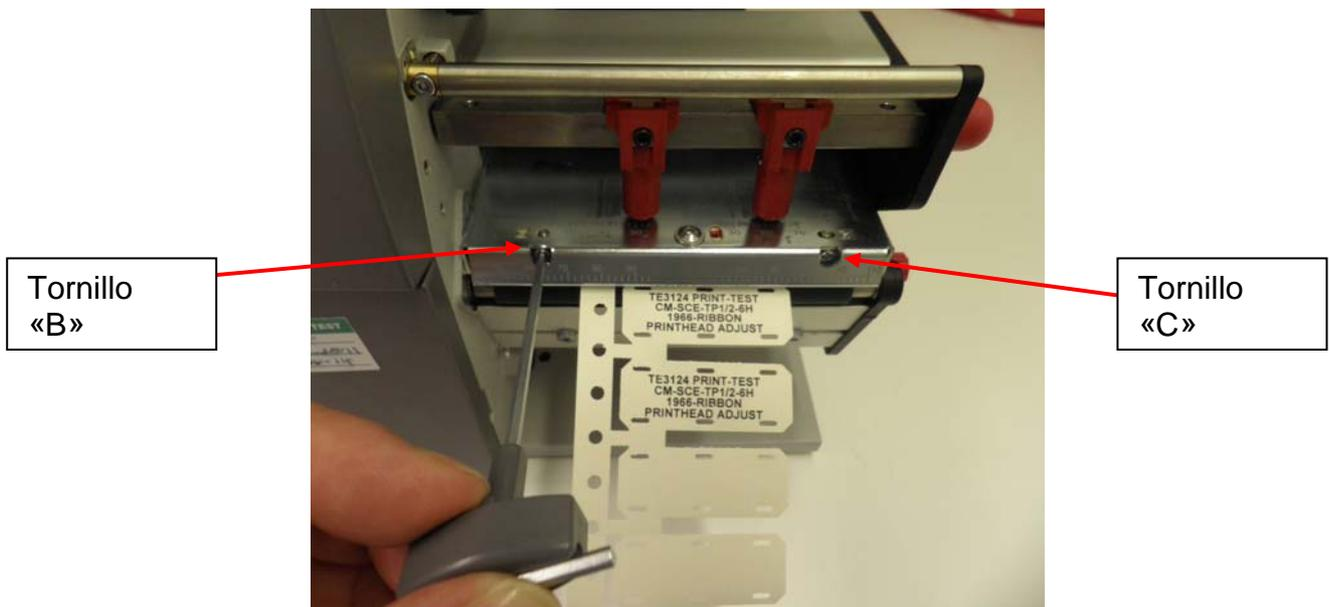

Imagen 7: tornillos de alineación B y C del cabezal de impresión.
- 3.5.** Suelte el tornillo «A» y compruebe que la posición de inicio del cabezal de impresión está dentro de las marcas de alineación en la posición predeterminada de fábrica. Si el cabezal de impresión no está en la posición predeterminada de fábrica, puede ser que la causa de la mala calidad de impresión, sea el ajuste que se ha llevado a cabo previamente. En este caso, es recomendable ajustar los tornillos de alineación de la impresión B y C (consulte la imagen 7) a la posición predeterminada de fábrica. Vuelva a apretar el tornillo «A» y repita la prueba de impresión (pasos 3 y 3.1).
- 3.6.** Si el cabezal de impresión está en la posición predeterminada de fábrica, será necesario ajustarlo. Dé una vuelta completa a los tornillos B y C en el sentido de las agujas del reloj (imagen 7), vuelva a apretar el tornillo A y repita la prueba de impresión (pasos 3 y 3.1).
- 3.7.** Si la calidad de la prueba de impresión empeora, suelte el tornillo A y dé dos vueltas completas a los tornillos B y C en sentido contrario a las agujas del reloj (consulte la imagen 7), vuelva a apretar el tornillo A y repita la prueba de impresión (pasos 3 y 3.1).
- 3.7.1. Si la calidad de la prueba de impresión mejora, suelte el tornillo A y dé una vuelta completa a los tornillos B y C en el sentido contrario a las agujas del reloj (consulte la imagen 7), vuelva a apretar el tornillo A y repita la prueba de impresión (pasos 3 y 3.1).